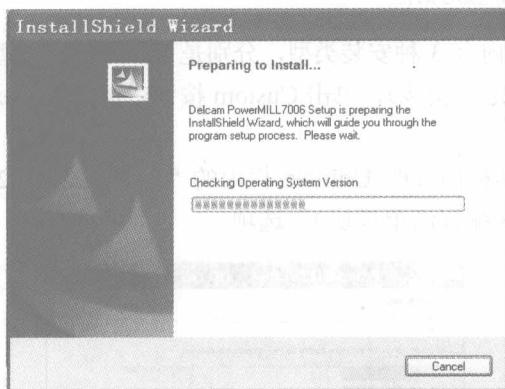

图 1-2 准备安装对话框
(1) 在光驱中放入 PowerMILL 7.0 安装光盘，等待几秒，系统会自动运行安装程序，出现如图 1-2 所示对话框。若无反应，则单击“开始”→“运行”→“浏览”命令，找到光盘中“setup.exe”执行文件。